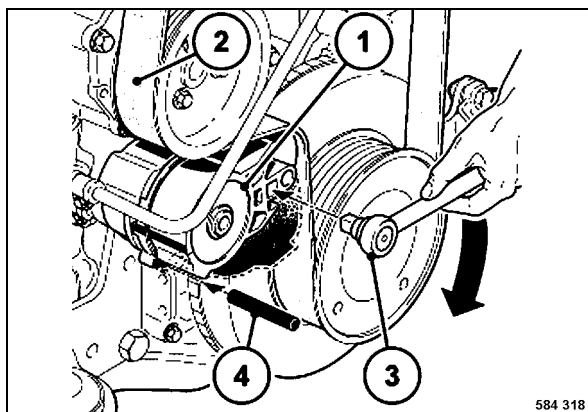

Fig. 148
- Empujar el rodillo tensor 1 (Fig. 148) con carraca (3) en sentido de la flecha hasta la espiga de detención (4) se puede fijar en el agujero de montaje.